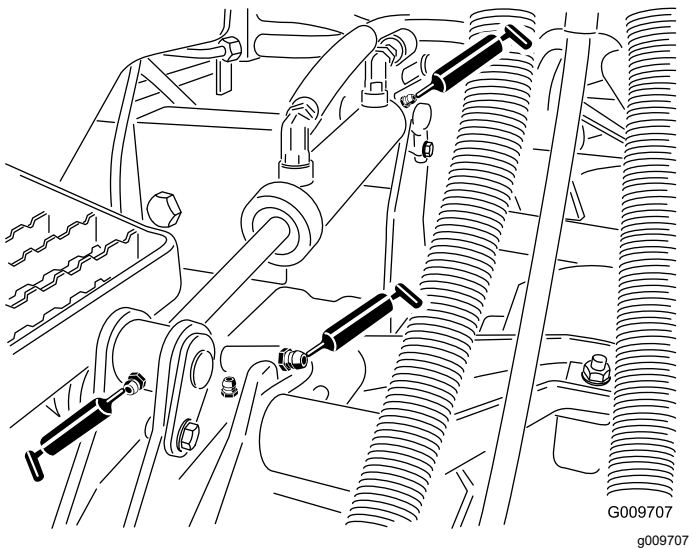

図 77
- 図 77 に示す、昇降アームのブッシュカッティングユニット 1 台に 1ヶ所
- 図 77 に示す、昇降シリンダのブッシュカッティングユニット 1 台に 2ヶ所